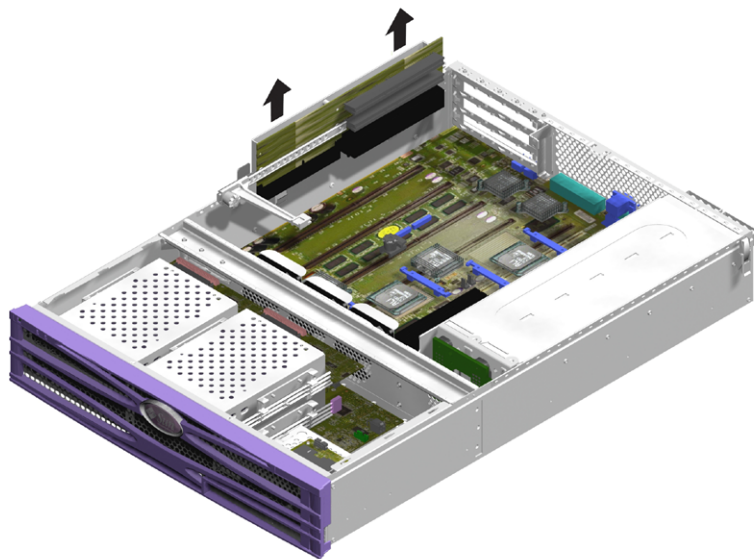

図 1-27 PCI ライザーカード部品の取り外し
5. ライザーカード部品を垂直方向に引いて、システムボードから取り外します (図 1-27)。